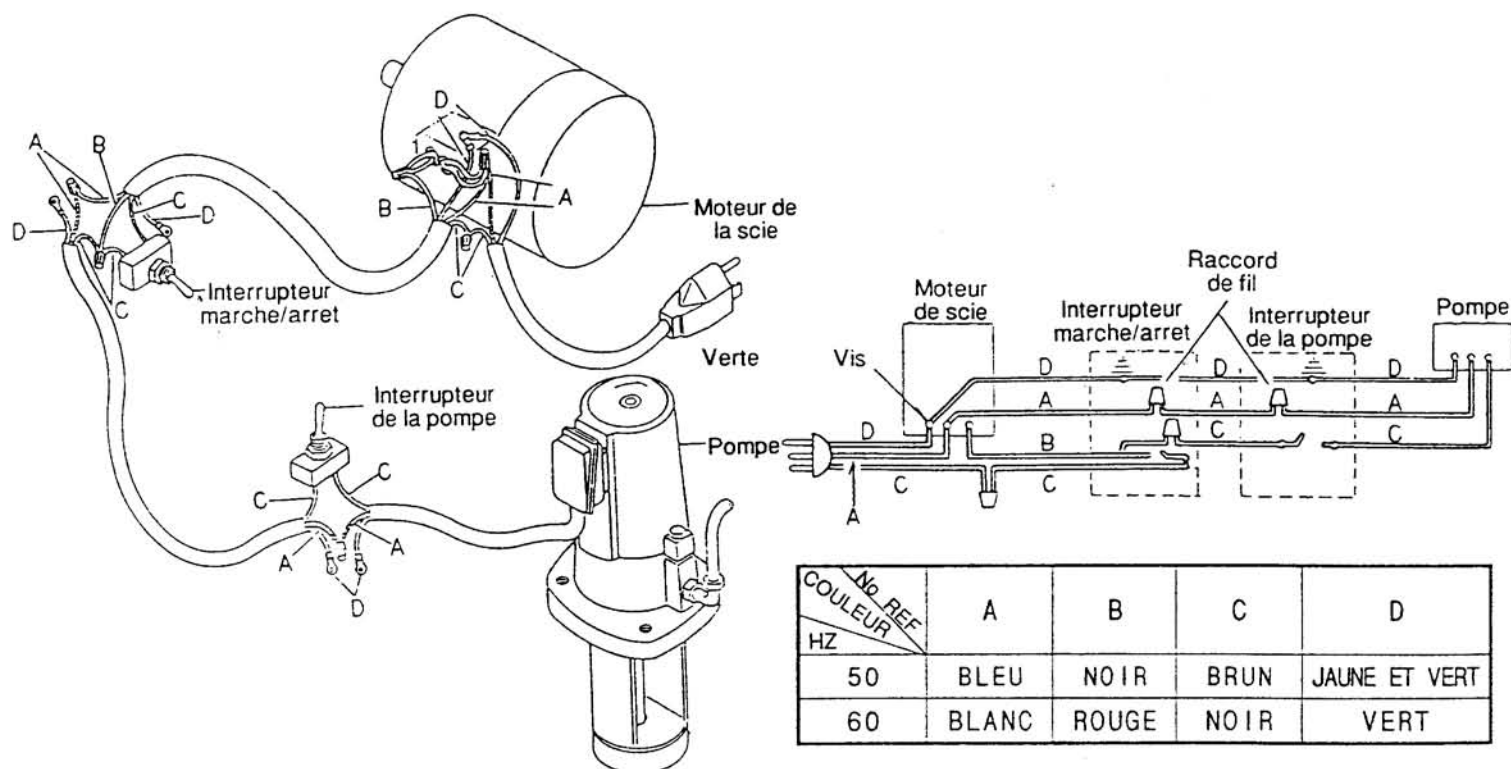

Figure 1. Diagrammes de câblage
13. Brancher les fils aux bornes du moteur. Celui-ci doit être protégé par un fusible à retardement, ou un disjoncteur, d'un ampérage légèrement plus élevé que la pleine capacité du moteur (voir figure 1).